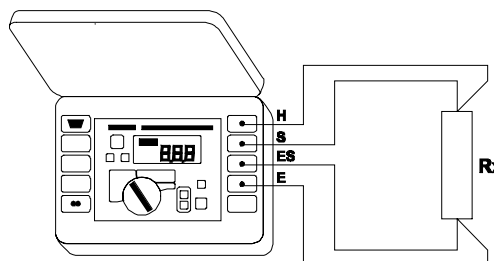

Рис.7. Четырёхполюсная схема для измерения сопротивления
2. Подключить измеряемое сопротивление к клеммам „H” и „S” и клеммам „ES” и „E” в соответствии с Рис.7.